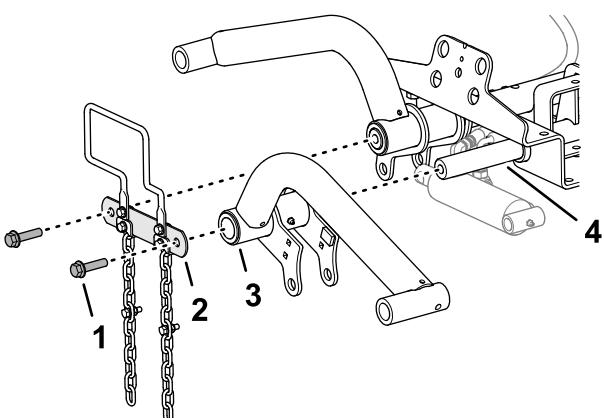

Рисунок 9
- Установите подъемные рычаги на оси поворота подъемного рычага, как показано на Рисунок 9.
- Прикрепите тягу оси поворота к осям поворота подъемного рычага (Рисунок 9) с помощью 2 колпачковых винтов с фланцем (½ x 2 дюйма), снятых при выполнении пункта Подготовка к установке подъемных рычагов (страница 16).